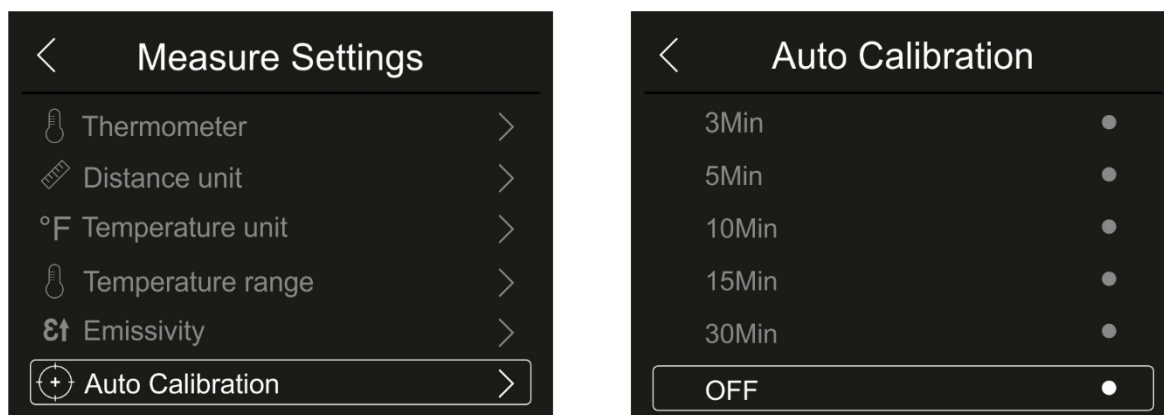

Fig. 29: Menu de réglage de l'intervalle de auto calibration interne
1. Touchez l'élément «Auto Calibration » pour régler le temps d'auto calibration interne. Le Fig. 29 - côté droit est affiché à l'écran :